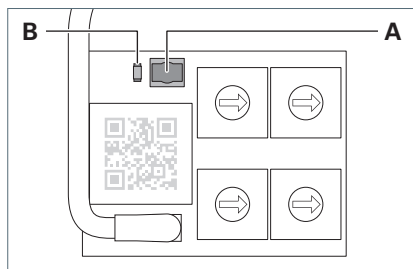

Fig. 9: Tasto e LED.
- Premere brevemente il tasto **A** sul modulo TALK (meno di tre secondi), vedere Fig. 9.